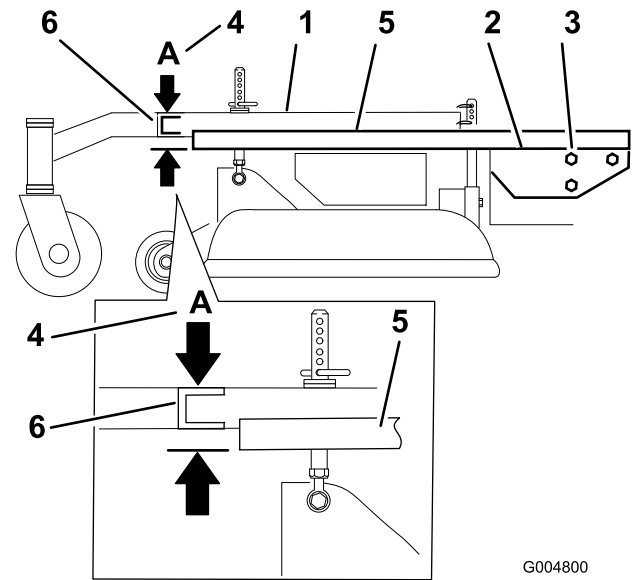

Figura 61
3. Coloque una regla larga en la parte superior de la plataforma del motor según se ilustra en la Figura 61.
4. En la ranura transversal del bastidor de tiro, mida la altura en la posición **A** (Figura 61). Debe ser de 33 mm (1-5/16 pulg.), con una tolerancia de más o menos 6 mm (1/4 pulg.).
6. Afloje los pernos de montaje del bastidor de tiro en los dos lados de la máquina (Figura 61).
7. Alinee el bastidor de tiro y la plataforma del motor para que tengan una altura de 33 mm (1-5/16 pulg.), con una tolerancia de más o menos 6 mm (1/4 pulg.) en la posición **A** (Figura 61).